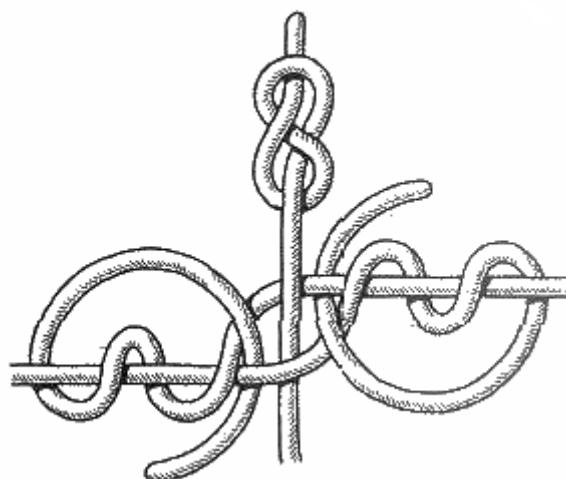

Рис. 132. Поводковый на основе змеиного узла
**Поводковый на основе змеиного узла** (рис. 132). Это более сложный, но зато и более надежный способ привязывания поперечного поводка к леске. Прежде чем затянуть сделанный на леске змеиный узел, введите в его середину конец поводка с завязанной восьмеркой. При затягивании змеиного узла обе его части сойдутся и надежно зажмут поводок перед восьмеркой.